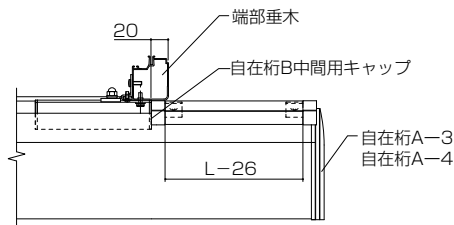

図1
- ①自在桁Bの端部は、図1で示すように端部垂木から20mmの位置にくるようにしてください。これより大きくするとねじが当たり、キャップが端部垂木の下に入りません。